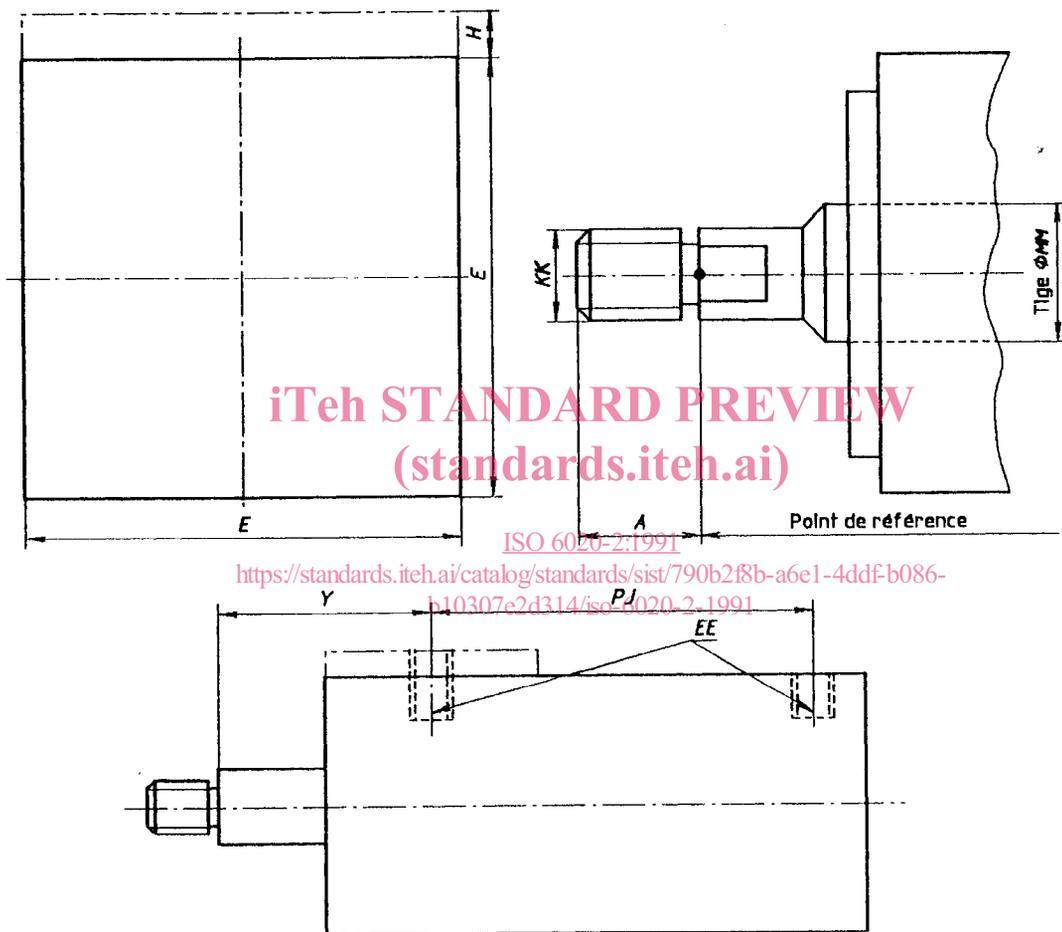

Figure 1 — Dimensions générales
7.1 La présente partie de l'ISO 6020 prescrit les caractéristiques des tiges de piston ayant une extrémité avec filetage mâle et épaulement (voir figure 1 et tableau 1 pour les dimensions de base).